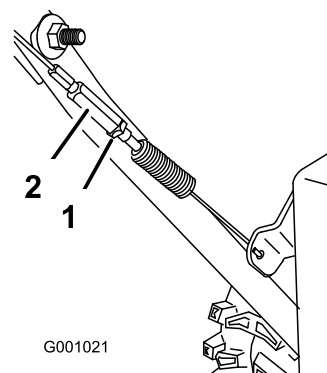

Figure 26
3. Resserrez l'écrou de blocage (Figure 26).